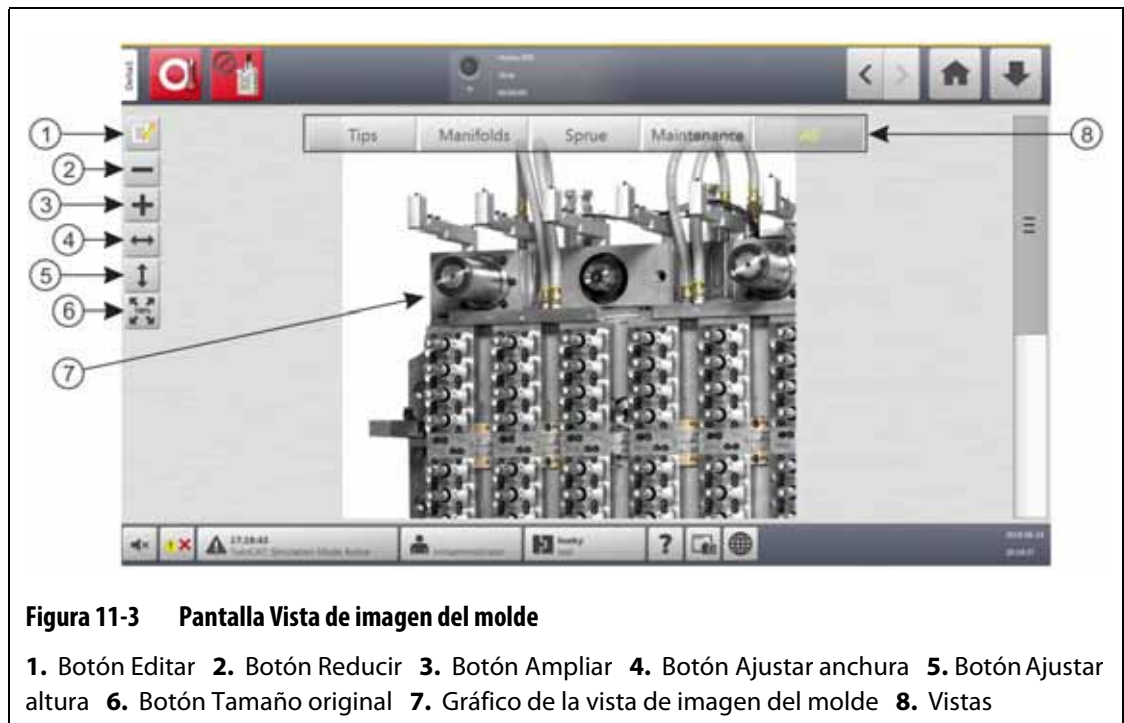
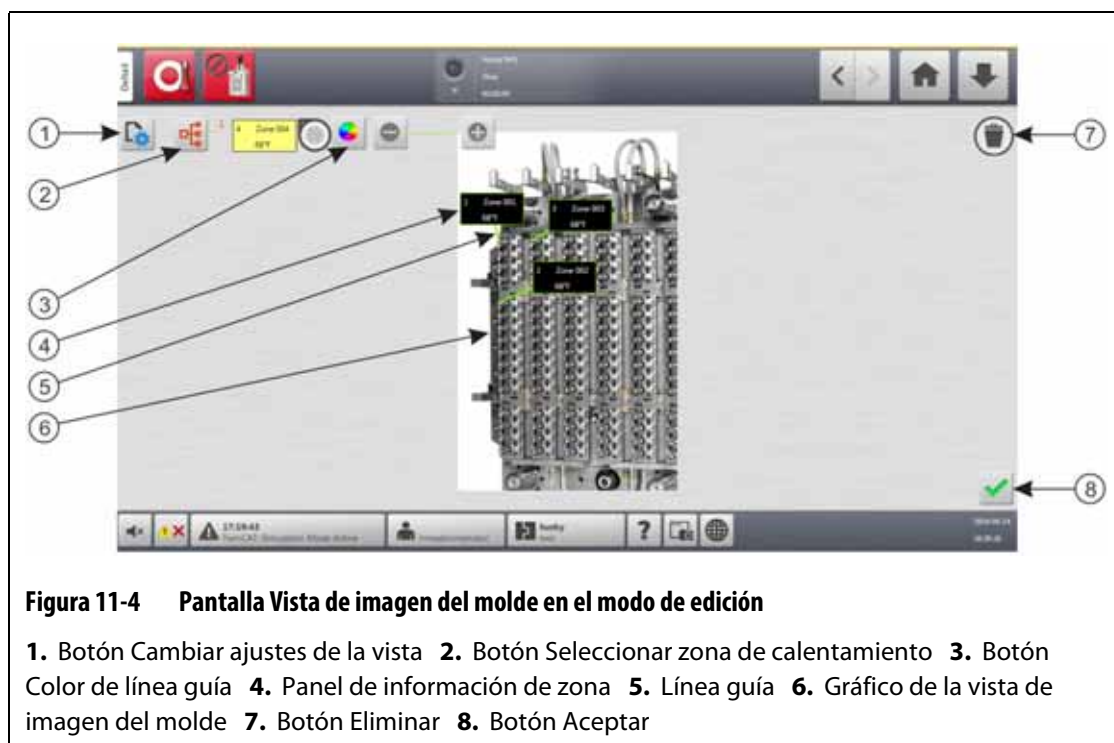

Figura 11-3 Pantalla Vista de imagen del molde
Figura 11-4 Pantalla Vista de imagen del molde en el modo de edición
Los elementos de la barra de herramientas Mold Picture View (Vista de imagen del molde) se especifican en la Figura 11-3 y se describen en la Tabla 11-1.
Para configurar la vista de imagen del molde, toque el botón **Edit** (Editar) (consulte la Figura 11-3) para entrar en el modo de edición. En la Figura 11-4 podrá ver la pantalla de edición y los elementos que se usan para configurar la vista de imagen del molde.
2. Toque el botón **Choose Heat Zone** (Seleccionar zona de calentamiento). Consulte la Figura 11-4.
3. Toque el botón **Change View Settings** (Cambiar ajustes de vista). Consulte la Figura 11-4. Aparecerá el cuadro de diálogo Change View Settings (Cambiar ajustes de vista). Consulte la Figura 11-6.
3. Toque el botón **Leader Line Color** (Color de línea guía). Consulte la Figura 11-4.
2. Toque y arrastre el panel de información de zona que desea eliminar al botón **Delete** (Eliminar) (consulte la Figura 11-4) o fuera del gráfico de vista de imagen del molde.
2. Toque el botón **Accept** (Aceptar), es decir, la marca de verificación verde. Consulte la Figura 11-4.